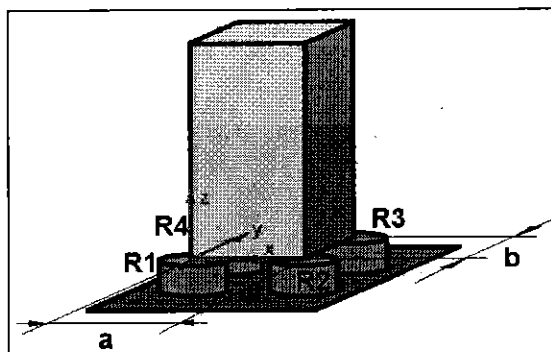

Figura 1
- Misurare le distanze tra i sostegni (dimensioni "a", "b" della Figura 1).
- I sostegni dell'elemento devono essere poggiati horizontalmente su 4 bilancie (R1, R2, R3 R4 della Figura 1)